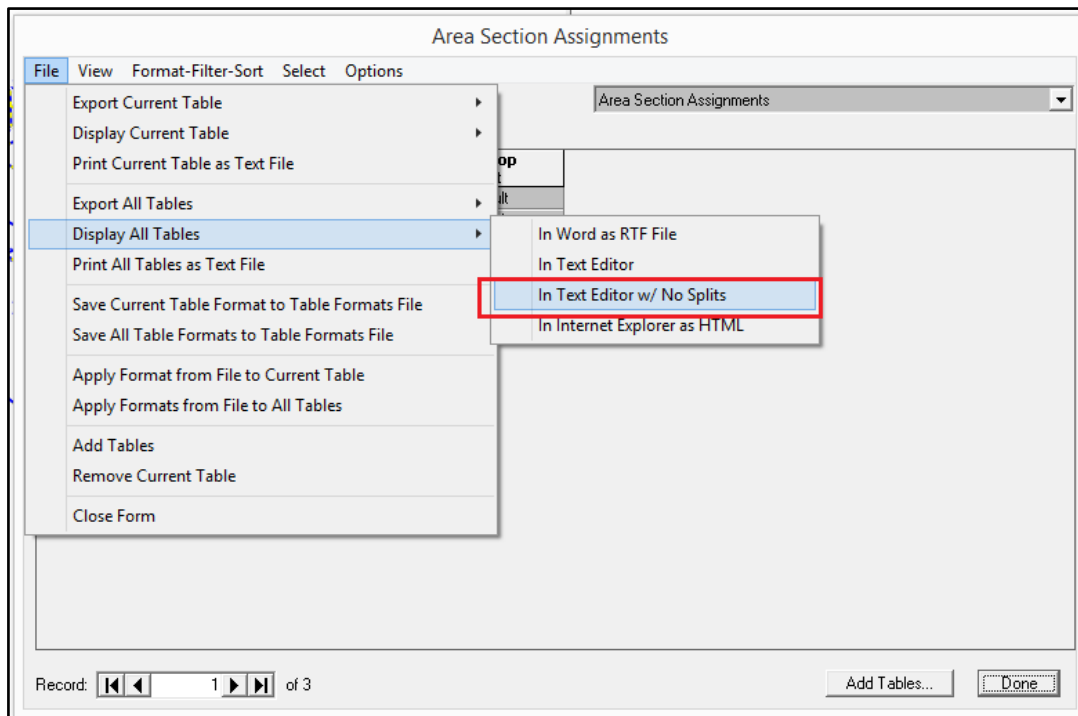

Figura 13. Visualización de todas las tablas [SAP 2000]
7. Apretar Ok, e ir a la ruta File > Display All Tables > In Text Editor w/No Splits tal como se muestra en la Figura 13. Todas las tablas seleccionadas serán agrupadas en un solo archivo, éste será usado después para llevar a cabo el diseño del Beam Detailing.